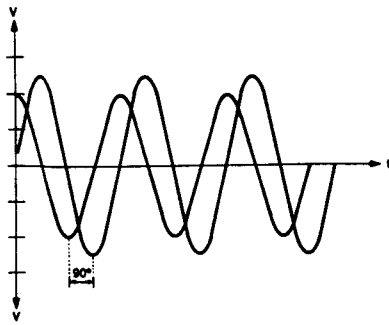

Fig.4
5. Am Oszilloskop müssen nun sinusförmige Signale (V-out) sichtbar sein (siehe Bild 4) die nach ca. 2 s symmetrisch um die O-Achse liegen und 90° phasenverschoben sind. Die Amplituden dieser 2 Signale dürfen zuhöchst ein Verhältnis von 1 : 2 aufweisen.